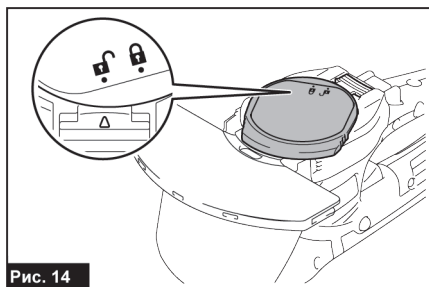

Рис. 14
7. Поместите нижнюю крышку так, чтобы значок был совмещен с отметкой на рычаге блокировки (рис. 14).